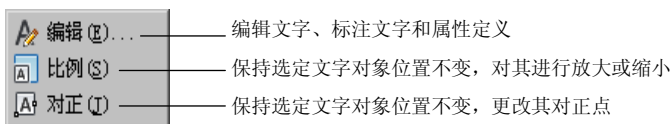

图 7.2.1 子菜单
- 选择下拉菜单 **修改(M)** → **对象(O)** → **文字(I)** 命令，系统弹出图 7.2.1 所示的子